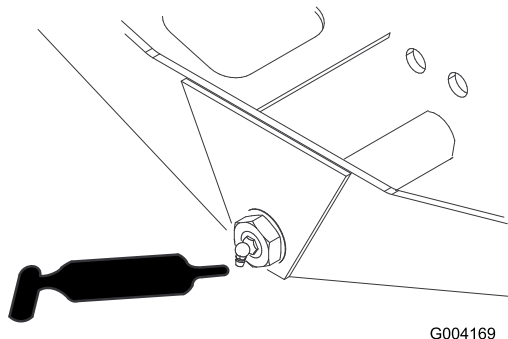

Figure 51
- Pivot de direction d'essieu (1) (Figure 51)